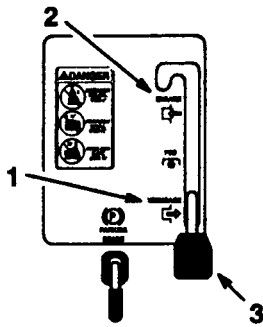

Fig. 7
3. Sæt knivhåndtaget (kraftudtag—PTO) på "FRAKOBLET" (DISENGAGED) (fig. 7).